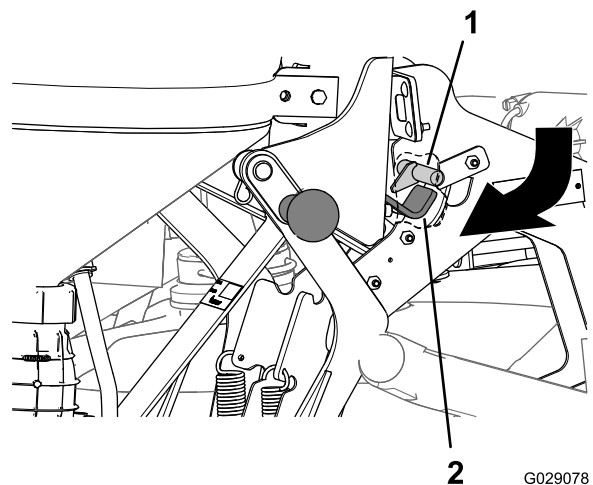

図 39
- クレードル上部のハンドルを押し込んで、ラッチのフック部分をメインサポートフレームのラッチロッドの後ろに合わせる 図 39。